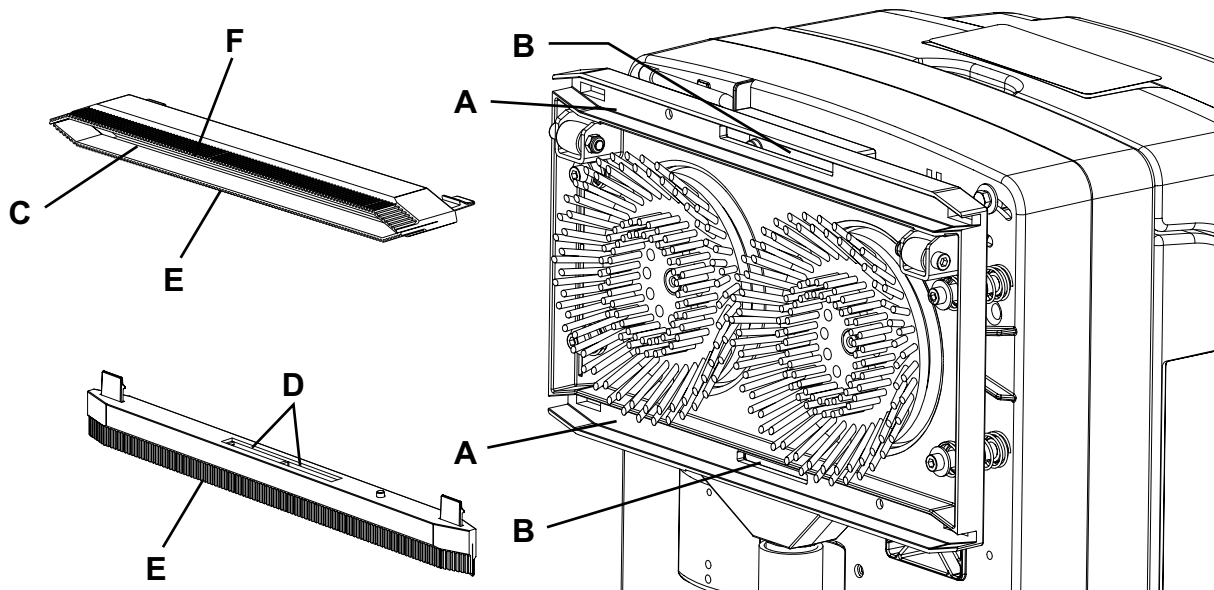

Abbildung 2
2. Überprüfen, ob das Netzkabel (10) vom Stromnetz getrennt ist.
3. Um an den Bürsten-/Padhalterkopf zu gelangen, Gerät mit dem Schubbügel (2) anheben.
4. Sauglippen durch Drücken der Haltefedern (27) entfernen.
5. Bürstenhalter-/Sauglippenkopf (9) überprüfen und reinigen, insbesondere Förderöffnungen (A, Abb. 2) und Ansaugöffnung (B) von Schmutz und Abfällen befreien.
6. Sauglippe abspülen und reinigen. Insbesondere Förderöffnungen (C) und Ansaugöffnung (D) von Schmutz und Abfällen befreien.
7. Überprüfen, ob die beiden Gummis (E) und (F) unversehrt sind und weder Schnitten noch Risse aufweisen, gegebenenfalls Sauglippe austauschen.